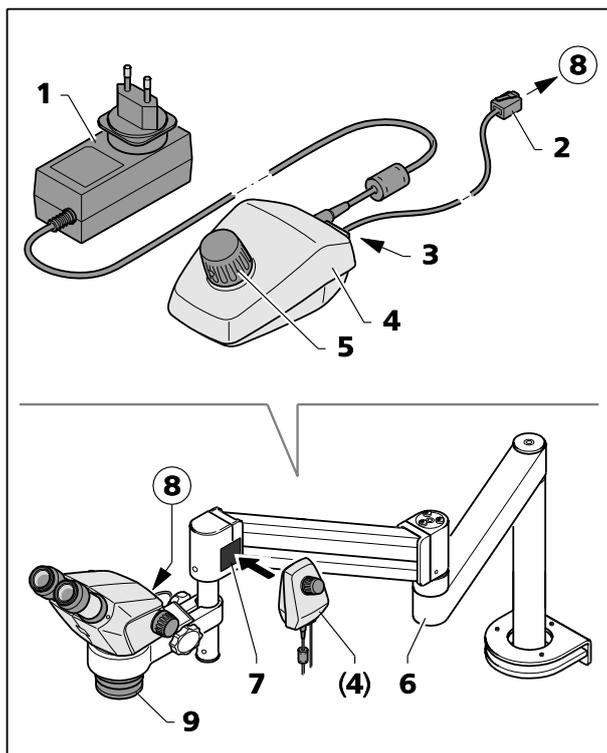

Fig. 24 Contrôleur K LED
Le contrôleur K LED (Fig. 24/4) est utilisé pour faire fonctionner le dispositif d'éclairage vertical intégré du corps du microscope Stemi 305, la caméra intégrée du « Stemi 305 cam » ou uniquement le dispositif d'éclairage annulaire KLED, lorsque des statifs sans électronique à LED sont utilisés (tels que les statifs à bras articulés B ou SDA, le statif au sol S, le statif U avec bras articulé ou les statifs de bureau K, M et N).
- Visser le système de lentilles frontales 0,5x/185 mm (Fig. 24/9) sur le corps du microscope.
- Lors de l'utilisation du dispositif d'éclairage annulaire, adapter ce dernier au système de lentille frontale (Fig. 24/9) à l'aide de l'adaptateur fourni avec l'appareil (DI 58 mm, DE 66 mm).
- Fixer le côté adhésif de la plaque magnétique (Fig. 24/7) sur le support du bras pivotant.
- Brancher le câble de connexion fourni avec l'appareil (1 m de long) (Fig. 24/2) dans la prise (Fig. 24/8) du corps du microscope ou du dispositif d'éclairage annulaire et dans la prise (Fig. 24/3) à l'arrière du contrôleur K LED (Fig. 24/4).
- Placer le contrôleur K LED (Fig. 24/4) à côté de la plaque magnétique (Fig. 24/7).
- Connecter le contrôleur K LED à l'alimentation électrique à l'aide du bloc d'alimentation (Fig. 24/1).
- Aligner le support de bras pivotant (Fig. 24/6) pour permettre une position de travail ergonomique.
- Tourner le bouton (Fig. 24/5) du contrôleur K pour allumer le dispositif d'éclairage vertical (ou le dispositif d'éclairage annulaire et régler l'intensité de l'éclairage).